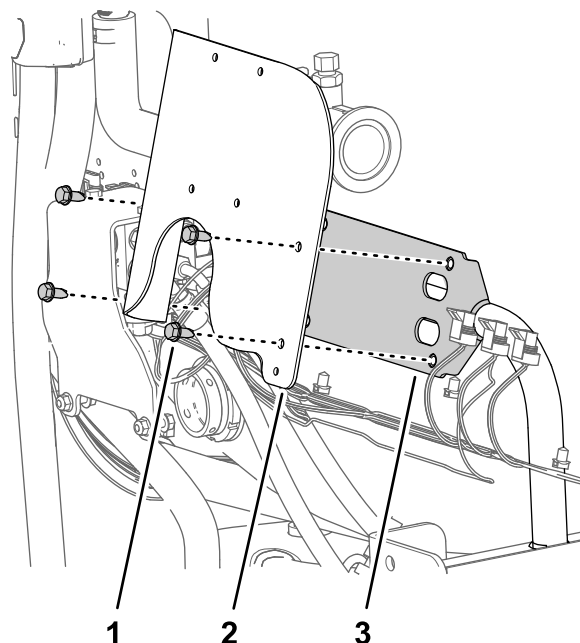

Figura 72
1. Allineate i fori nella staffa del flussometro con i fori nel supporto della valvola (Figura 72).